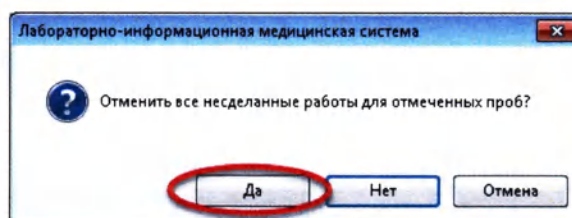

Рисунок 5.39
3. В появившемся диалоговом окне подтвердите отмену для несделанных работ, нажав кнопку «Да» (Рисунок 5.39):